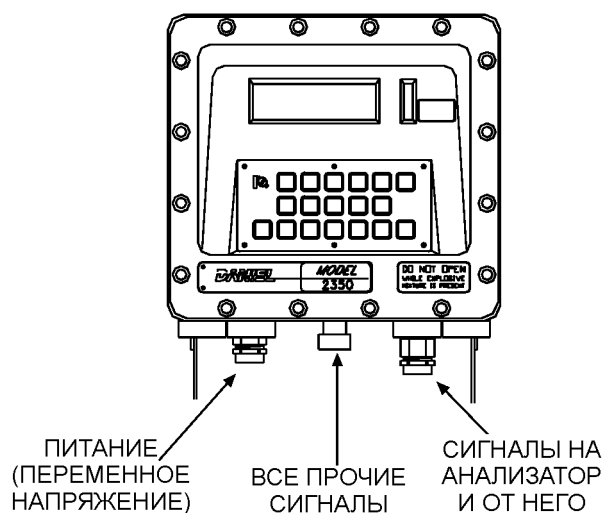

Рисунок 3-1. Отдельные входы для кабелей контроллера хроматографа
- (1) Все сигнальные кабели должны быть проложены в металлических кабелепроводах.
- (2) Металлический кабелепровод, используемый для сигнальных кабелей, должен быть заземлен в точках опоры кабелепровода (промежуточное заземление кабелепровода помогает предотвратить индуктивные наводки между кабелепроводом и экраном кабеля).
- (3) При протягивании кабелей через кабелепровод, смажьте его соответствующей смазкой, чтобы избежать избыточного натяжения проводов.
- (4) Все сигнальные провода, соединяющие контроллер хроматографа и полевые устройства, должны быть непрерывны. Тем не менее, если из-за длины или конфигурации кабелепровода требуется использовать несколько кусков провода, их соединение должно быть выполнено с помощью соответствующих клеммных блоков.
- (5) Для контуров переменного напряжения и постоянного напряжения следует использовать отдельные кабелепроводы (смотри рисунок 3-1).
- (6) Не размещайте кабели цифровых или аналоговых линий ввода/вывода в одном кабелепроводе с кабелем питания (смотри рисунок 3-1).
- (7) Для цифровых линий ввода/вывода используйте только экранированные кабели.